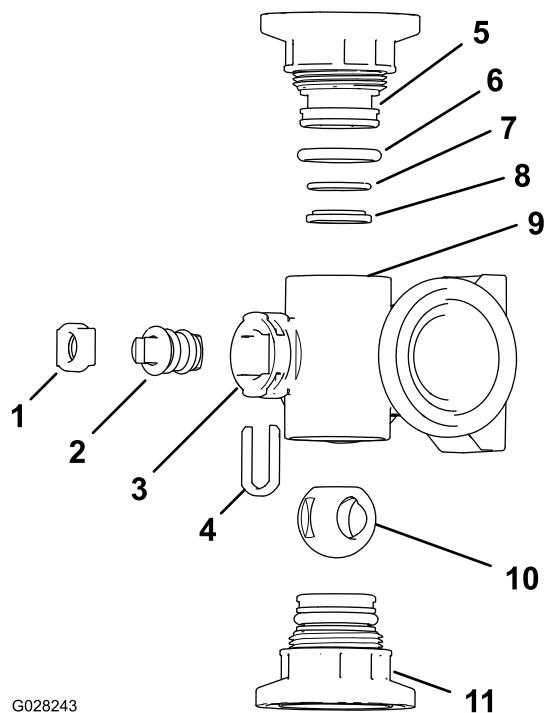
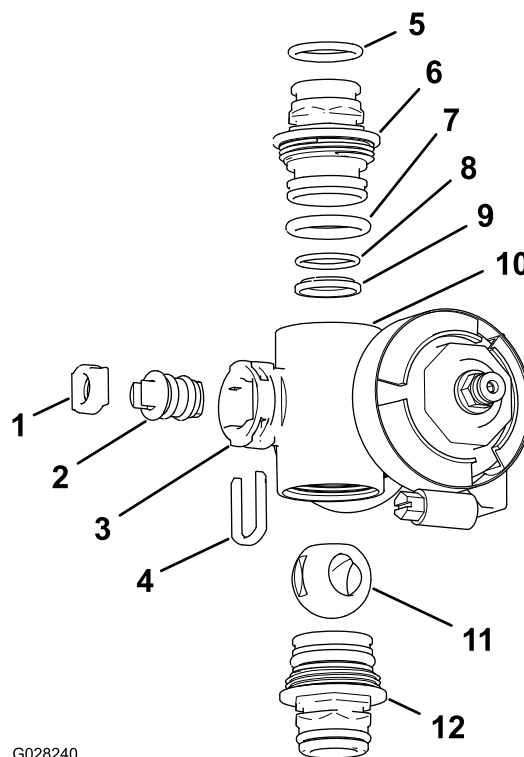

Figura 72
Figura 73
2. Retire o conjunto das duas uniões de cada extremidade do corpo do coletor (Figura 72 e Figura 73).
- Retire a fixação da haste das ranhuras na porta da haste no coletor (Figura 72 e Figura 73).
- Retire a fixação da haste e o encaixe da haste da válvula do coletor (Figura 72 e Figura 73).
- Do corpo do coletor, retire o conjunto da haste da válvula (Figura 72 e Figura 73).
1. Verifique o estado dos anéis de retenção do encaixe da saída (apenas coletor da válvula de secção), dos anéis de retenção do tampão, dos anéis de retenção de encaixe posterior, do encaixe da esfera para ver se há danos ou desgaste (Figura 72 e Figura 73).
2. Aplique lubrificante na haste da válvula e insira-a no encaixe da haste da válvula (Figura 72 e Figura 73).
3. Instale a haste da válvula e o encaixe no coletor e fixe a haste e o encaixe com a fixação da haste (Figura 72 e Figura 73).
4. Certifique-se de que o anel de retenção de encaixe posterior e o encaixe da esfera estão alinhados e encaixados no encaixe do tampão (Figura 72 e Figura 73).
5. Instale o conjunto da união do tampão no corpo do coletor até a flange da união do tampão tocar no corpo do coletor (Figura 72 e Figura 73); depois rode a união mais $\frac{1}{8}$ a $\frac{1}{4}$ de volta; aperte a união com 225 a 282 N·cm.